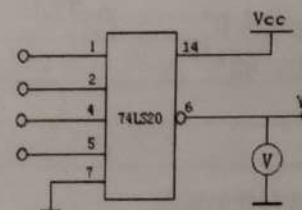

图1.1 双四输入与非门
- 选用双四输入与非门74LS20 一只, 插入面包板, 按图1.1 接线